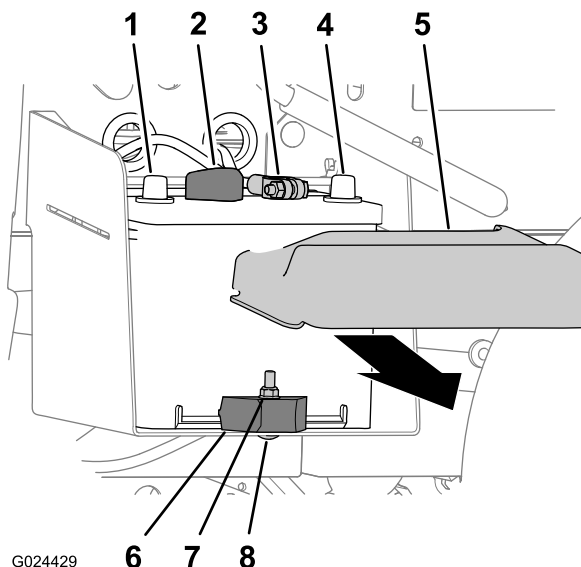

Figura 37
1. Retire a tampa da bateria da parte superior da bateria (Figura 37).
2. Desligue o cabo positivo da bateria do terminal da bateria (Figura 37).
3. Desligue o cabo negativo da bateria do terminal da bateria (Figura 37).
2. Retire a porca de bloqueio, o parafuso de carroçaria e o grampo da bateria que fixa a bateria ao tabuleiro da bateria (Figura 37).
3. Retire a bateria do tabuleiro da bateria (Figura 37).
1. Alinhe a bateria com o tabuleiro da bateria da máquina (Figura 37).
Nota: Certifique-se de que os pólos positivo e negativo da bateria estão alinhados conforme indicado na Figura 37.
2. Fixe a bateria ao tabuleiro da bateria com o grampo da bateria, o parafuso de carroçaria e a porca de bloqueio (Figura 37).
1. Ligue o cabo negativo da bateria ao terminal da bateria (Figura 37).
2. Ligue o cabo positivo da bateria ao terminal da bateria (Figura 37).
3. Coloque a tampa da bateria na parte superior da bateria (Figura 37).